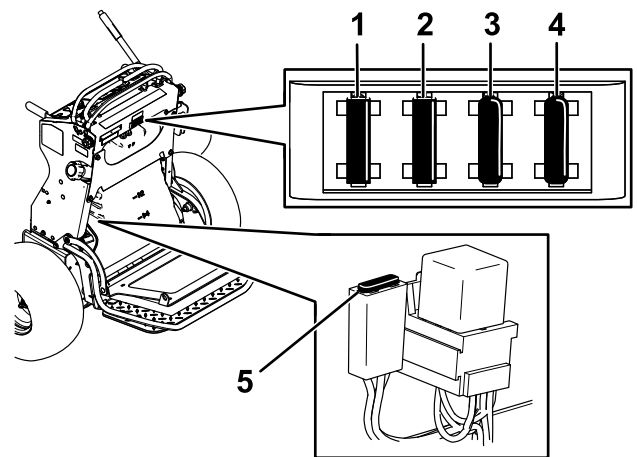

Figure 53
5. Sortez le fusible et remplacez-le (Figure 53).